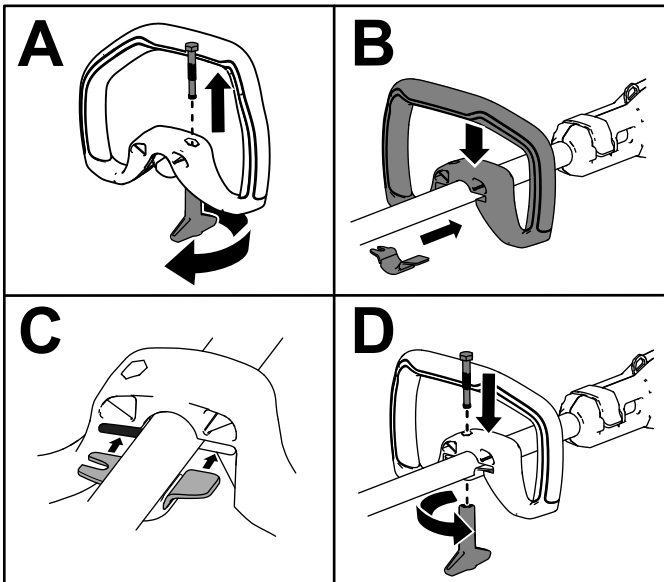

Figure 4
1. Séparez la poignée auxiliaire de son support en desserrant le bouton de verrouillage et en retirant le boulon (A de la Figure 4).
2. Alignez le support sur la poignée auxiliaire (B de la Figure 4).
3. Insérez le support dans la fente sur la poignée auxiliaire (B de la Figure 4).
4. Fixez le support inférieur à la poignée auxiliaire avec le bouton de verrouillage et le boulon retiré précédemment (D de la Figure 4).